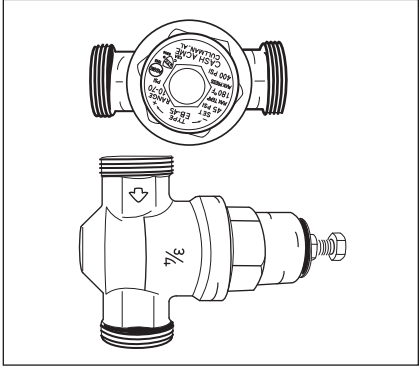

Figure 19 - Un détendeur est nécessaire si la pression d'eau du bâtiment est supérieure à 552 kPa (80 psi).
**6** Installer (s'il y a lieu) et régler le détendeur du domicile entre 345 et 414 kPa (50 et 60 psi) et installer un vase d'expansion (Figures 19 et 20).